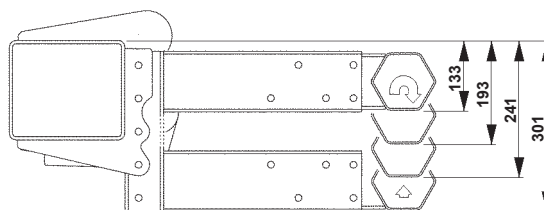

Bild 53. Den inre delen av konsolerna kan monteras i fyra olika höjdlägen
1. Montera de inre konsolerna, de kan monteras i fyra olika höjdlägen. Välj ett höjdläge som ger en position som uppfyller de lagstadgade kraven. Använd tillhörande skruv M12x100. Montera utan att dra åt skruvarna. Se Bild 53.